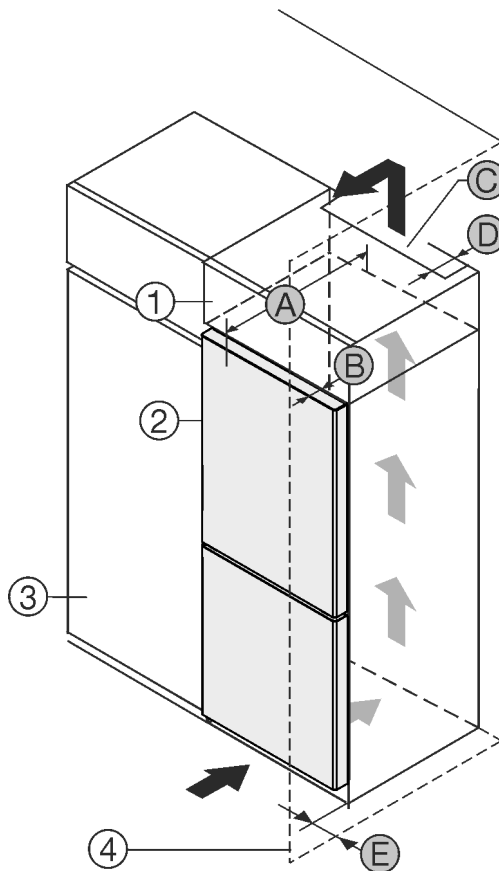

Fig. 1
Prietaisą galite statyti iš karto šalia virtuvės spintelės Fig. 1 (3).*
Galinėje uždedamos spintelės pusėje turi likti tarpas ventiliacijai, kurio gylis Fig. 1 (D) būtų per visą uždedamos spintelės plotį.*
Po patalpos lubomis turi būti laikomasi vėdinimo angos skerspjūvio Fig. 1 (C).*
Jei prietaisas su lankstais statomas greta sienos Fig. 1 (4), mažiausias atstumas tarp prietaiso ir sienos turi būti 13 mm.*
Jei prietaisas su lankstais statomas greta sienos Fig. 1 (4), mažiausias atstumas tarp prietaiso ir sienos turi būti 20 mm.*
Kad durys atsidarytų iki galo, palyginti su šaldytuvo priekiu, prietaisas turi išsikišti bent per savo durų gylį Fig. 1 (B). Priklausomai nuo virtuvės spintelė Fig. 1 (3) gylis ir atstumą iki sienos nustatančių detalių naudojimo, prietaisas gali išsikišti daugiau.*